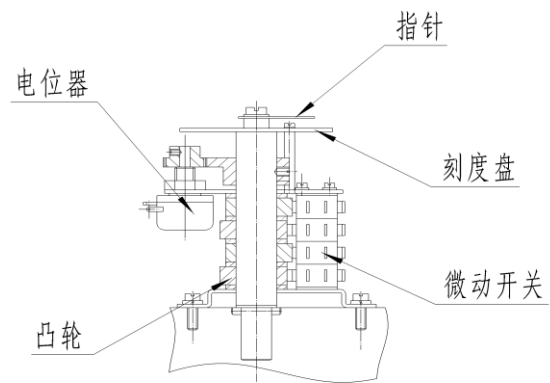

图5 行程及开度机构
9.2、行程控制机构的调整：行程控制机构的结构见图 5
9.3 开度指示机构的调整：开度指示机构的结构见图 5，调整前必须确认电位器齿轮的紧定螺钉是否已松开。